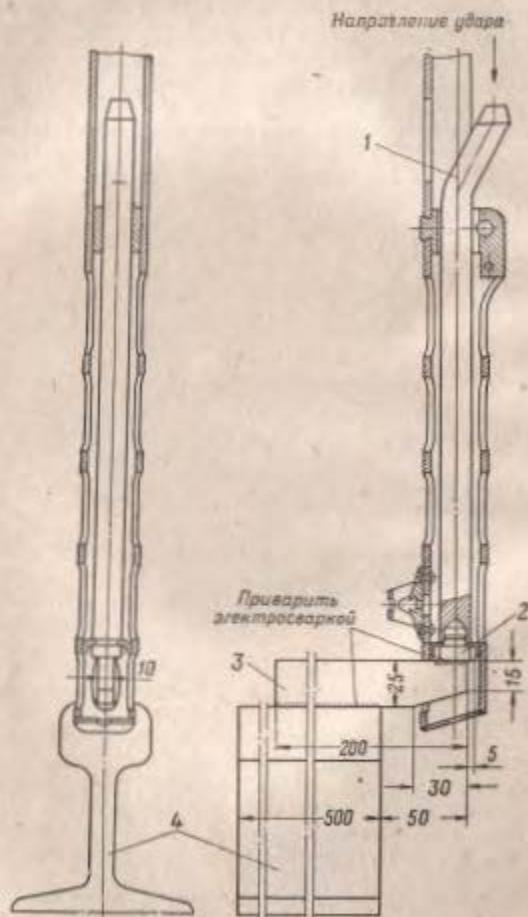

Рис. 7. Подсадка отверстия в передней направляющей:
(I) При поперечной качке ствола более 0,3 мм произвести подсадку отверстия в передней направляющей, как показано на рис. 7, при помощи полставки и гнетка (приложение 2, рис. 163 и 164).